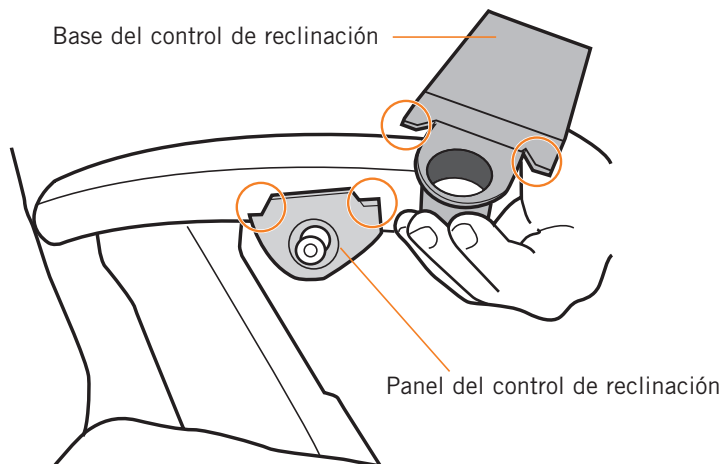

Fig.9
2. Coloque la base en posición en el soporte del apoyabrazos izquierdo. Observe la forma de la parte superior del panel de control de inclinación y la forma coincidente de la base de control de inclinación (Fig.9).